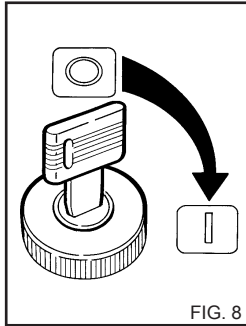

FIG. 8
1) Zündschlüssel einstecken und nach rechts auf Stellung (I) drehen (Fig. 8); die Kontrolllampen auf dem Schaltbrett zünden sich an und zeigen, (Detail 6 Fig. 6 - 7) daß das Gerät eingeschaltet ist. Ungefähr 2-3 Sekunden warten. Um den Notschalter anzutreiben, den Drehkopf in der Pos. "I" drehen. (Detail 7 - 11 Fig. 6 - 7)
Zündschlüssel auf Stellung (0) drehen Den Schlüssel des Fahrzeugs in Pos. "0" drehen (alle leuchtenden Anzeiger müssen ausgeschaltet sein); den Notschalter in Pos. "0" drehen. (Fig. 8).